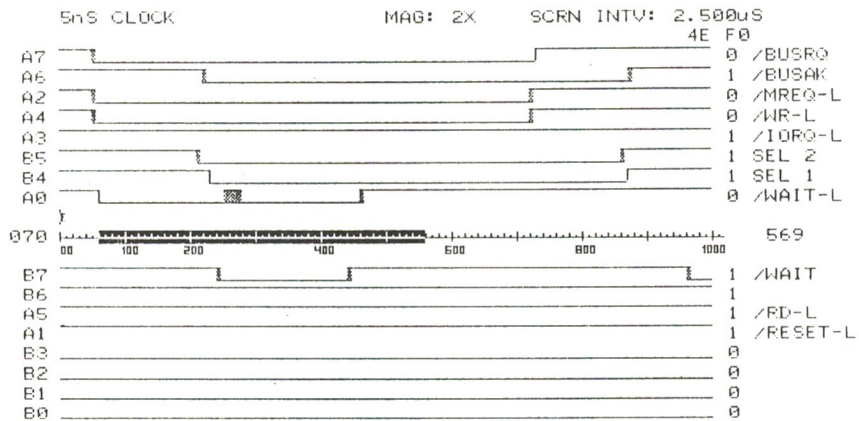
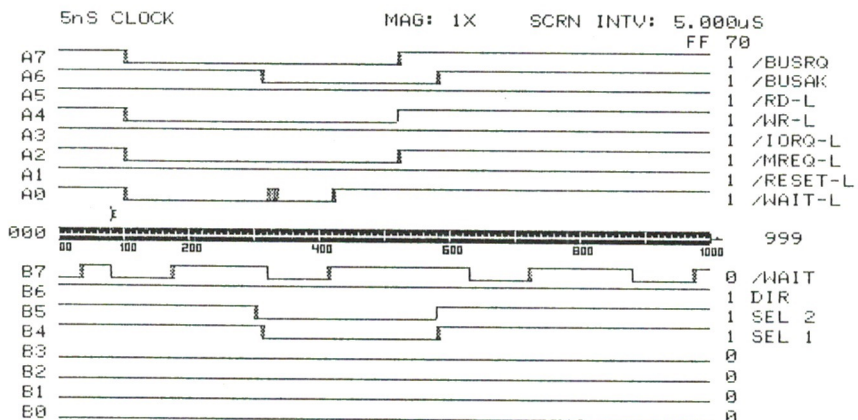

Abbildung 4: Schreibvorgang in den Speicher
Abbildung 8: Schreiben in eine Speicherzelle
- Abbildung 8 erneut einen Schreibvorgang in den Speicher darstellt und somit mit Abbildung 4 vergleichbar ist.